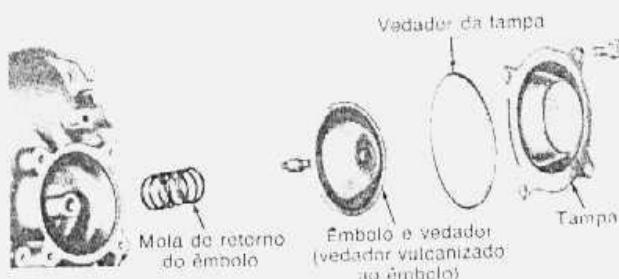

fig. 56 — servo de ré e baixa.
2. Remover a tampa do servo, o vedador da tampa, o êmbolo e a mola de retorno do êmbolo (fig. 56).
1. Colocar a mola do êmbolo no cilindro do servo, na carcaça da transmissão (fig. 56). Lubrificar o vedador do êmbolo com fluido de transmissão limpo e instalar o êmbolo no cilindro do servo, na carcaça da transmissão.